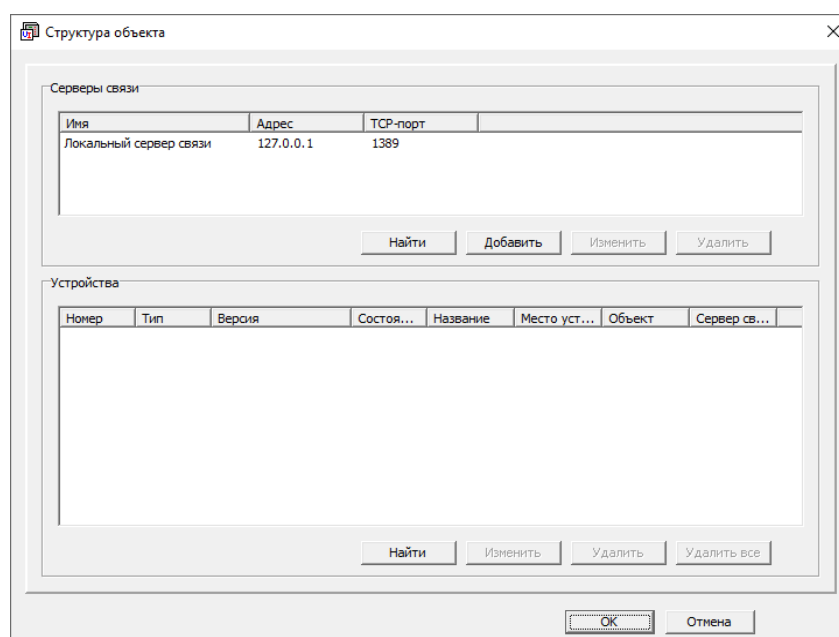

Рис. 26. Структура объекта
26) В следующем окне нажать кнопку «найти» в секции «устройства», будет осуществлен поиск подключенных устройств к «серверу связи» (рис. 26).